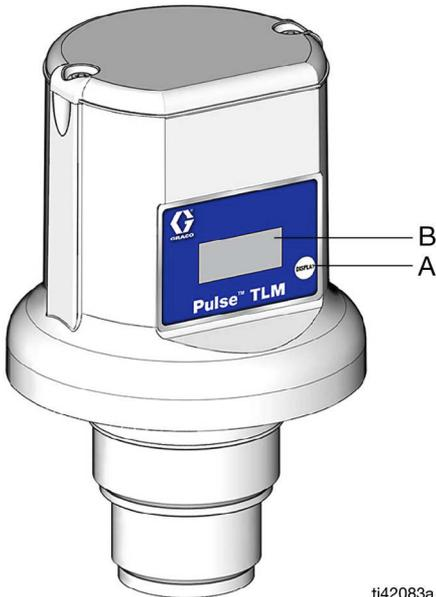

FIG. 7
Pressione e solte o botão Exibir (A). Os dados são exibidos na tela (B) (FIG. 7); cada leitura permanece alguns segundos na tela e em seguida a próxima é exibida.
Quando o tanque for reabastecido por um distribuidor de óleo ou quando o tanque de resíduos de óleo for esvaziado por um serviço especializado, pressione o botão Exibir (A) (Fig. 7) no TLM para certificar-se de que o TLM manterá o status mais atualizado do volume do tanque.